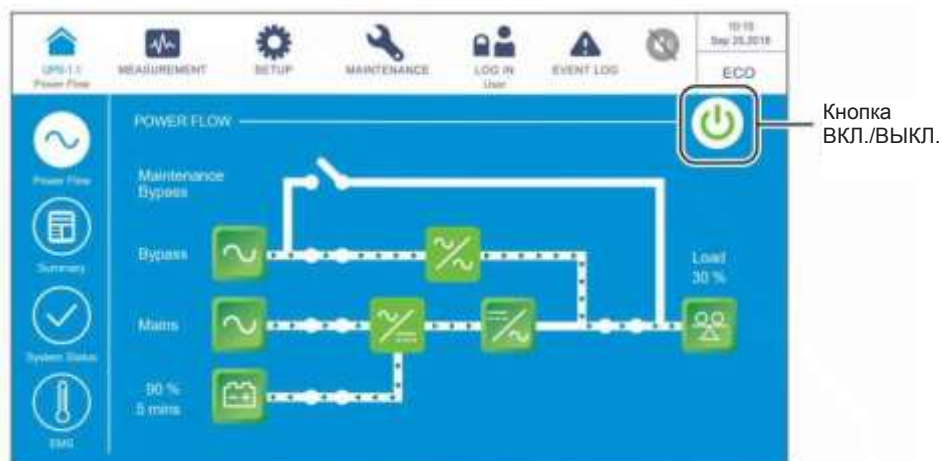

Рисунок 6-52: Экран ECO-режима и кнопка ВКЛ./ ВЫКЛ.
- 1) В ECO-режиме на ЖК-дисплее отображается следующий экран (**Рисунок 6-52**), а трехцветный светодиодный индикатор горит зеленым. Расположение трехцветного светодиодного индикатора см. на **Рисунке 2-11**.